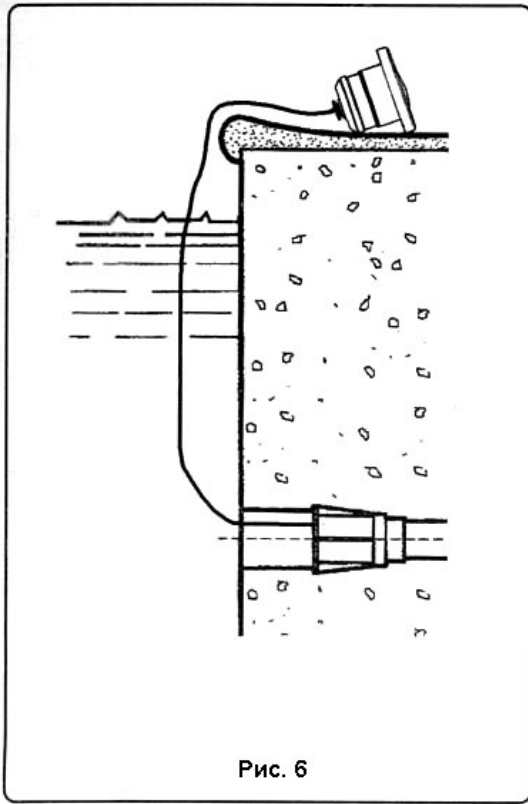

Рис. 6
1. Извлеките светильник из воды (рис. 6).